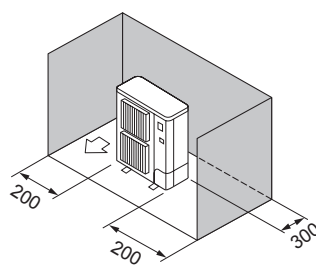

Fig. 2-8
- ③ Hindringer kun bak og på sidene (Fig. 2-8)